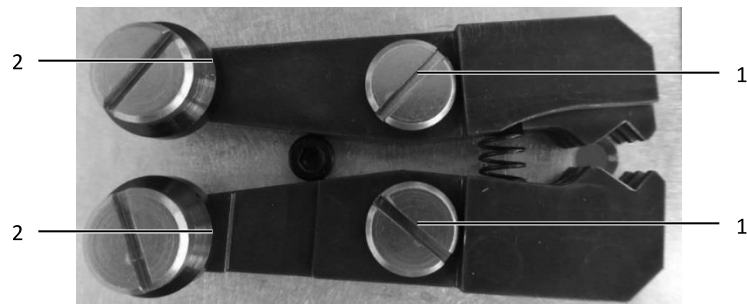

Abb. 17: Leiterhaltezege
- Ölen Sie die Leiterhaltezege an den Drehpunkten (Abb. 17, Pos. 1) und an den Berührungsflächen (Abb. 17, Pos. 2) der Laufrollen.